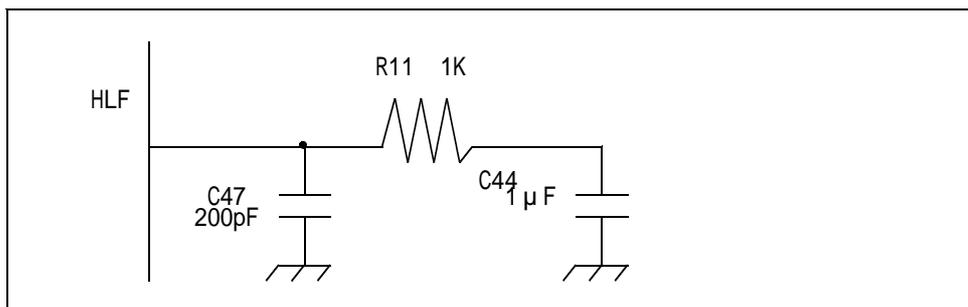

図4.9 HLF端子信号回路
(2) HLF端子に接続される部品番号、部品定数及び接続回路を図4.9に示す。